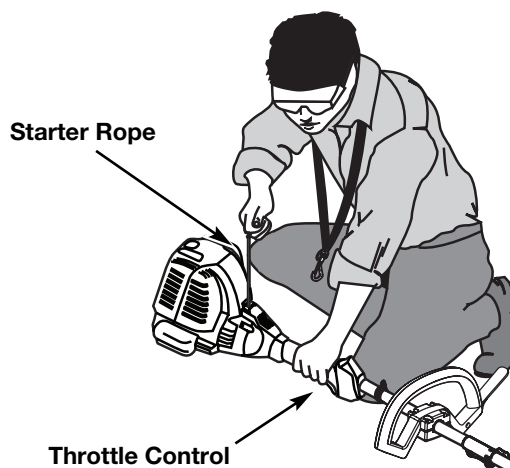

Fig. 21
6. Accroupissez-vous en position démarrage (Fig. 21). Appuyez sur le verrouillage des gaz et appuyez sur le levier de contrôle des gaz. Tirez vivement le lanceur à cinq reprises.